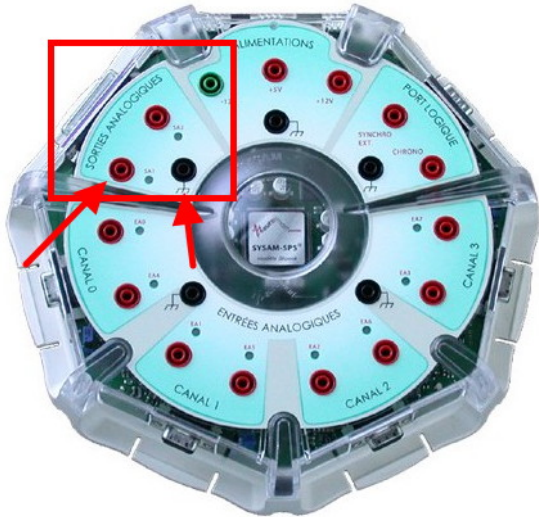

FIG. 12 – Sorties sur la console permettant de disposer d'un GBF.
- On n'utilise pas un GBF, mais le mode « Sorties analogiques » de la console SYSAM-SP5, qui permet de disposer d'un GBF commandé par l'ordinateur. Pour cela, il faut par exemple brancher les fils sur les bornes SA1 et Masse, tel qu'indiqué en figure 12.